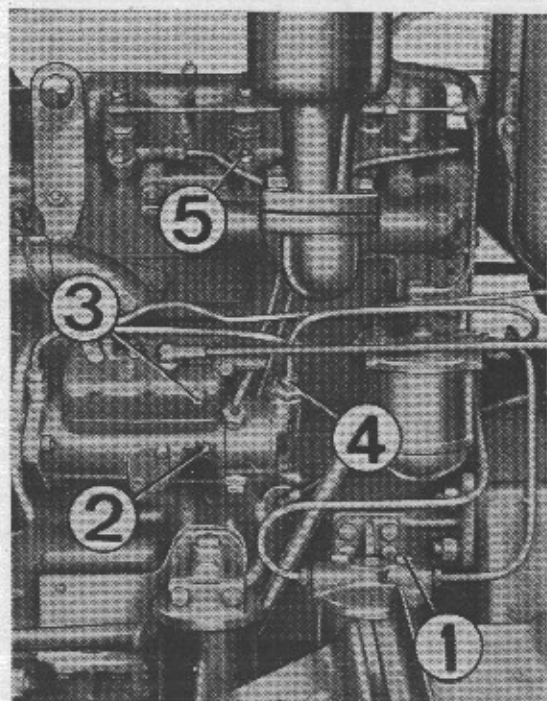
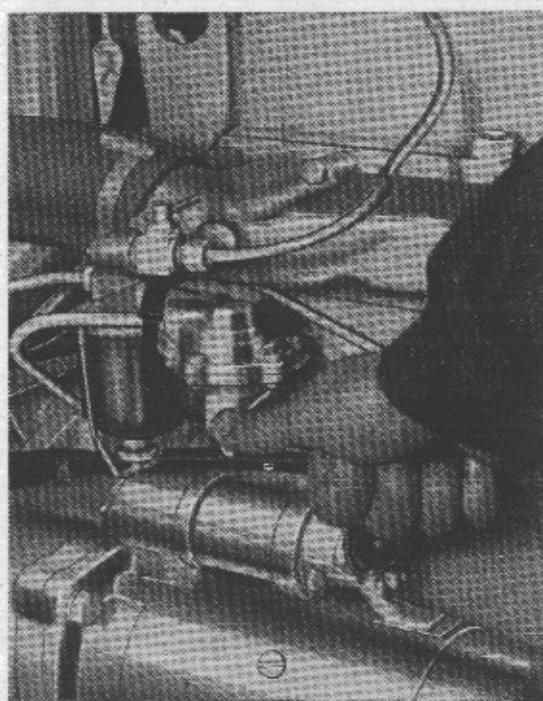

Fig. 25
Fig. 26
- 3) Allentare la vite (fig. 25) nella parte superiore del filtro primario combustibile (punto 1).
Premere la levetta (fig. 26) della pompa di alimentazione finchè il combustibile non esca privo di bolle d'aria. Stringere la vite.
- 4) Allentare le viti (fig. 25, punto 2 - 3) nel corpo pompa iniezione. Manovrare la leva della pompa ed accertarsi che esca il combustibile privo di bolle d'aria. Appena eseguita questa operazione, serrare le due viti.
- 5) Allentare il tubo di mandata (fig. 25 punto 4) ed agire sulla levetta (fig. 26) finchè non esca combustibile dal tubo senza bolle d'aria. Serrare il raccordo continuando ad azionare la pompa di alimentazione.
- 6) Allentare un tubo di un pulverizzatore (punto 5, fig. 25) alle estremità dei tre tubi di alta pressione. Fare compiere qualche giro al motore. Non appena esce dai tubi una parte di carburante senza bolle d'aria, serrare forte il tubo di collegamento.